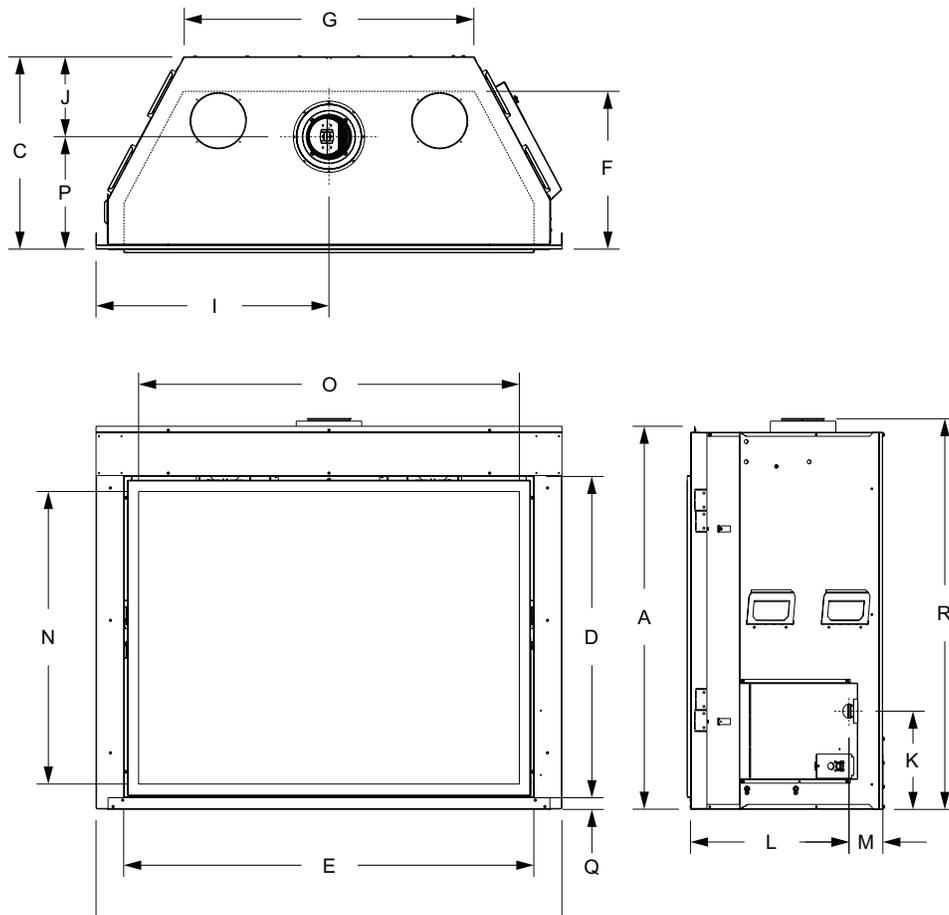

Figure 1
5. Remettre en place les panneaux d'accès de soufflante enlevés à l'étape 1. Voir Figure 1.